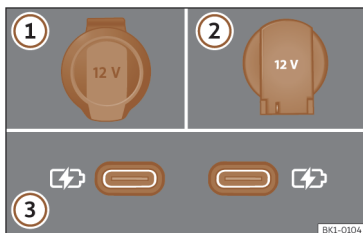

Fig. 161 Tomas de corriente de 12 voltios del vehículo.
>>> fig. 161
En función del equipamiento y del país, el vehículo puede disponer también de conectores USB con función **exclusivamente de carga o toma de corriente** >>> **fig. 161 ③**.